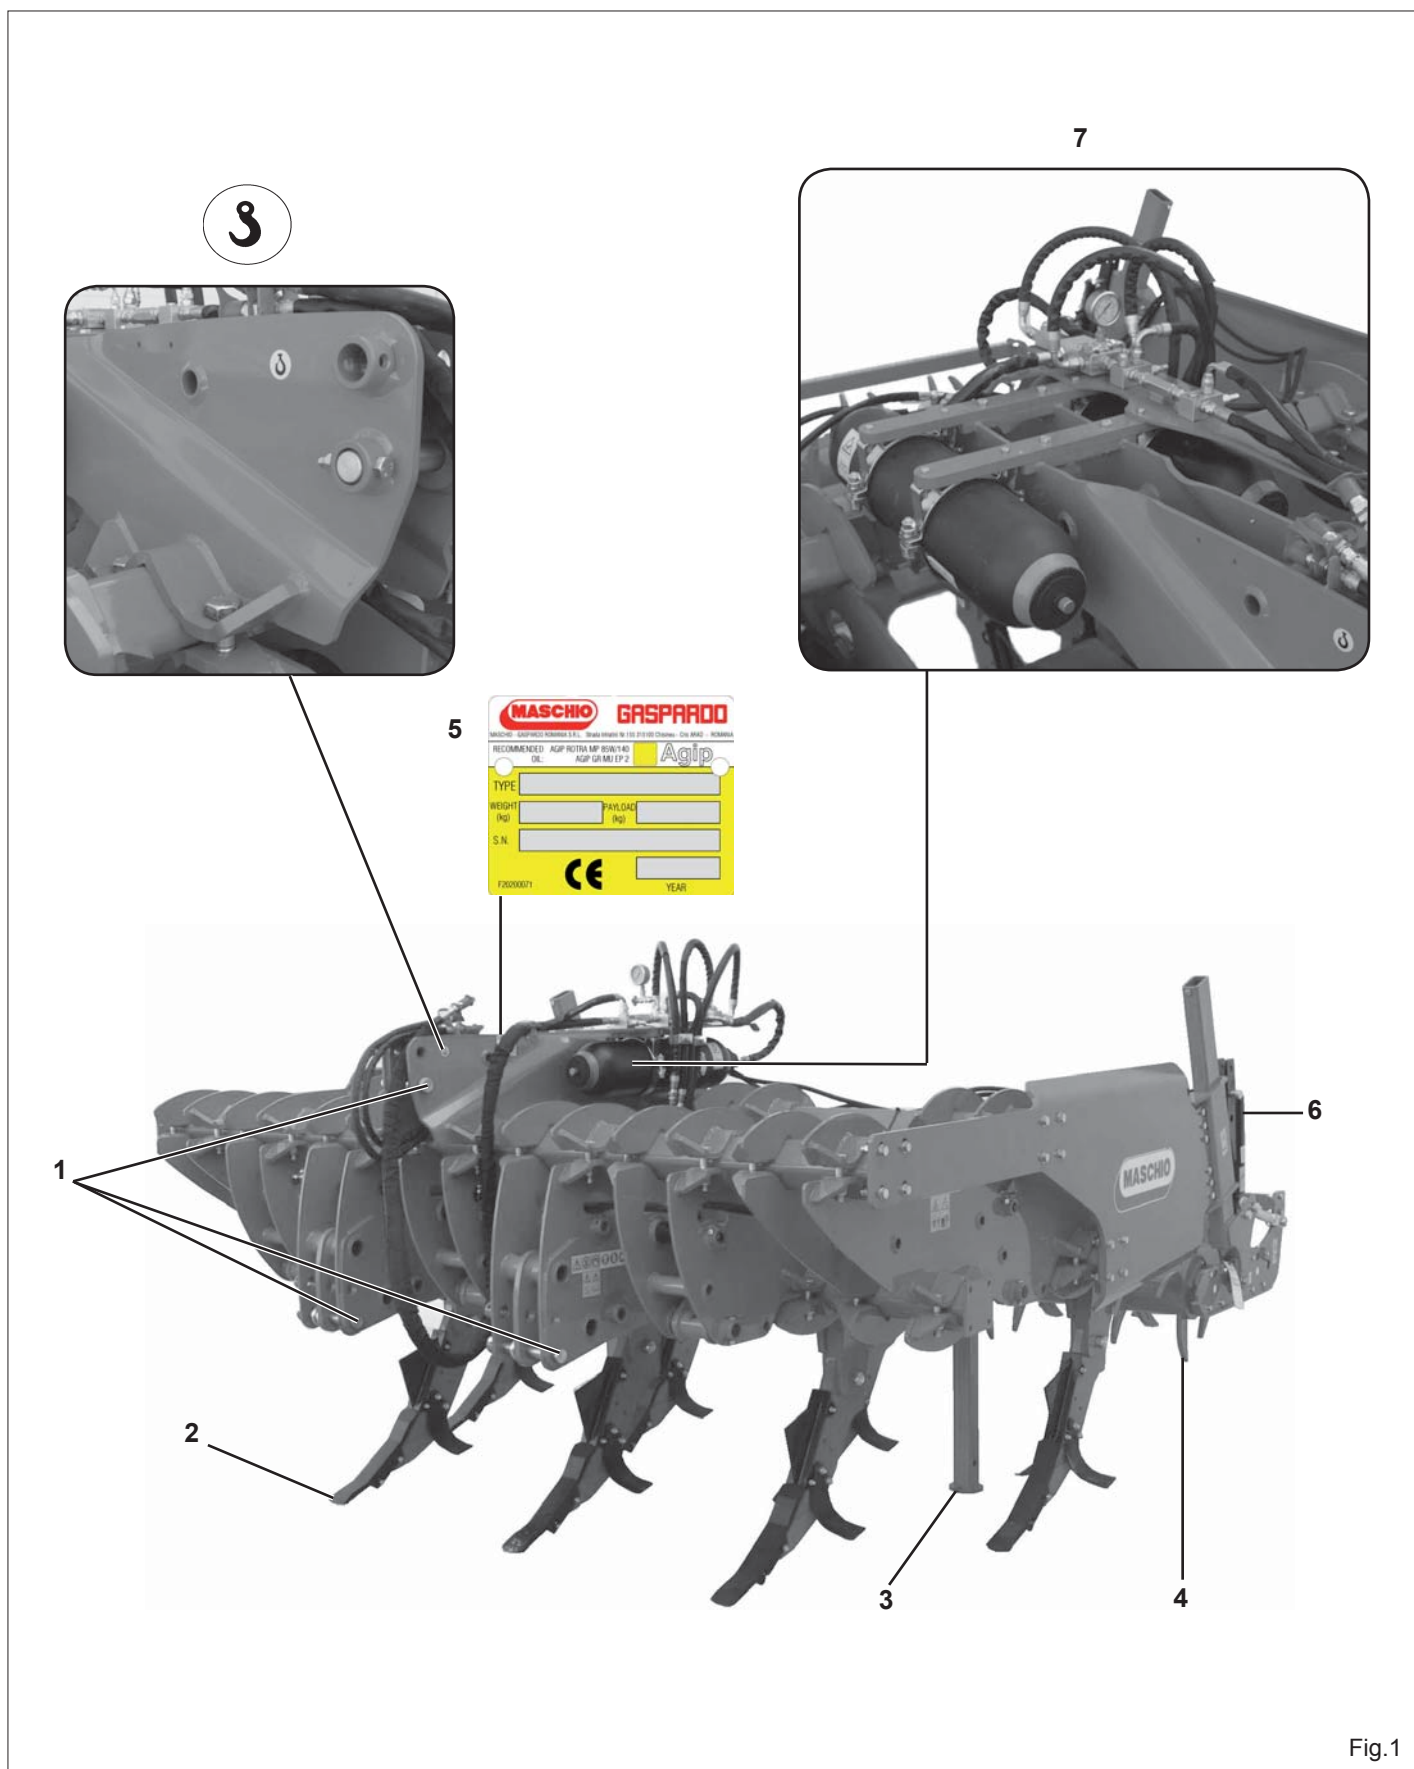

Fig.1
Falls die Maschine transportiert werden muss, muss sie an den dazu bestimmten Anschlusspunkten durch geeigneten Aufzug oder Kran mit ausreichender Tragkraft gehoben werden. Dieser Vorgang muss aufgrund seiner Gefährlichkeit von geschultem und erfahrenem Personal durchgeführt werden. Das Maschinengewicht kann dem Identifizierungsschild (5 Abb. 1) entnommen werden.
1.6 ZUSAMMENFASSEND (Fig.1)